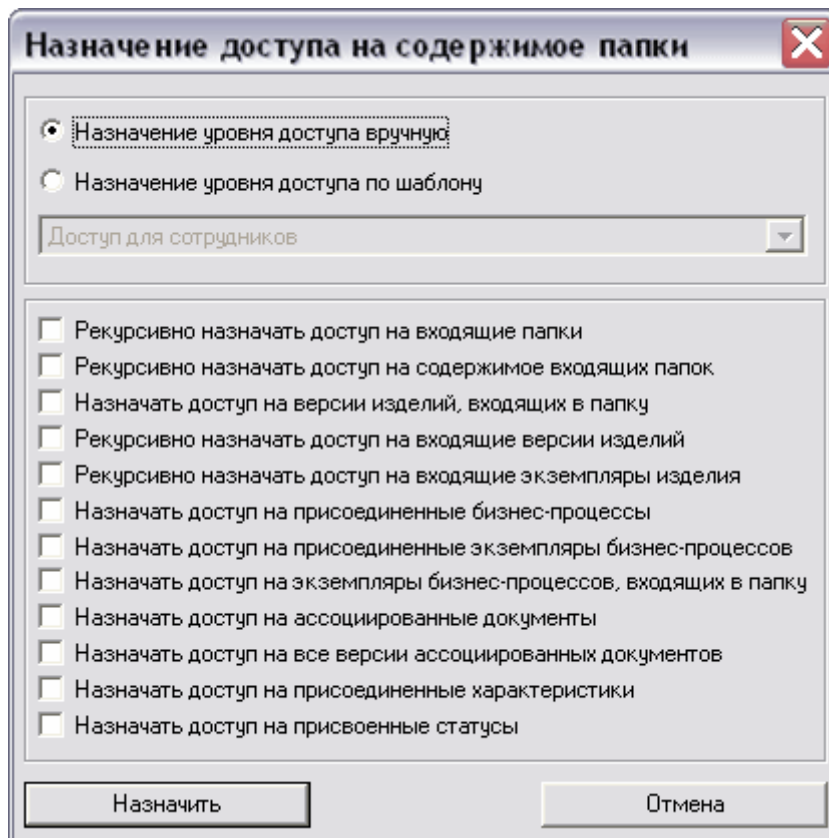

Рис. 22
2. Для назначения доступа вручную выберите опцию **Назначение уровня доступа вручную** и поставьте флаги в соответствующих полях (Рис. 22).